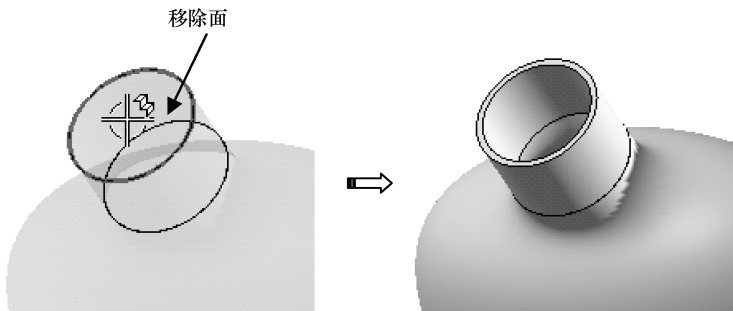

图 5-78 完成瓶身主体的抽壳
- 29 单击【特征】组中【抽壳】按钮, 弹出【抽壳】对话框。在此对话框中选择【移除面, 然后抽壳】类型, 接着按信息提示选择瓶口端面作为要移除的面, 在对话框中设置抽壳厚度值为 1.5, 单击【确定】按钮, 完成抽壳操作, 如图 5-78 所示。